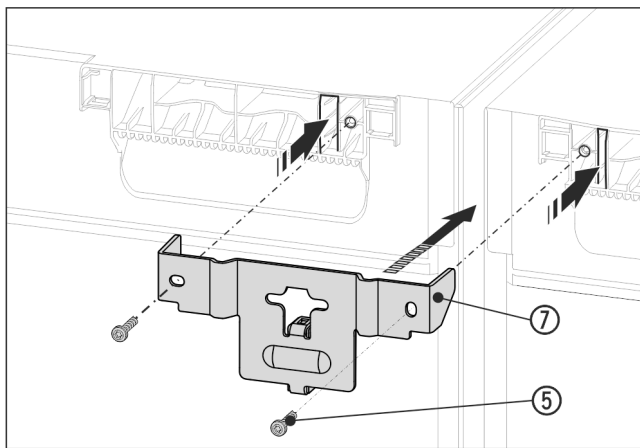

Fig. 16 Näitlik kujutis
- ▶ Lükake nurgik Fig. 16 (7) koos distantsdetailiga seadmete vahele ja aasadega seadmelae sisse. Kruvige 2 kruviga Fig. 16 (5) kinni.